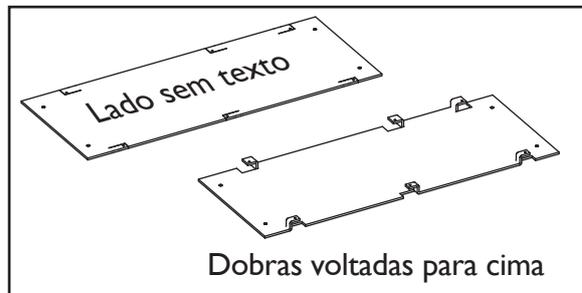

FIG. 12
- Faça as dobras nos locais indicados no gabarito de instalação, certificando-se de que as dobras fiquem voltadas para o lado sem texto (Fig. 12).